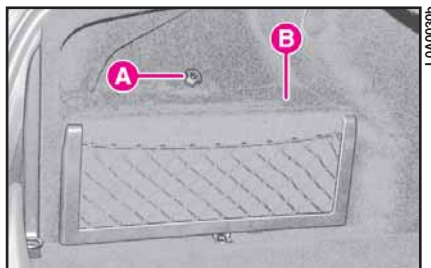

fig. 68
- 2) afloje el pomo A (fig. 68) y quite la protección B de la batería;